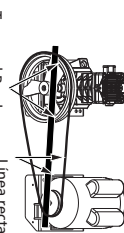

Figura 12
4. Para alinear la banda, coloque un objeto recto que toque dos puntos del volante (Vea la Figura 12).